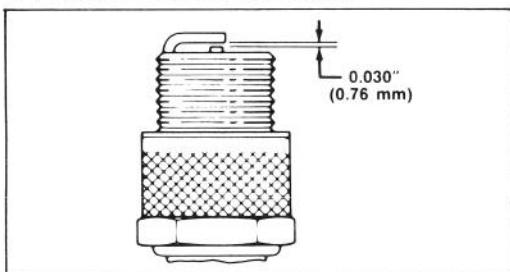

Figure 29
### REPLACEMENT DE LA BOUGIE D'ALLUMAGE (fig. 29)
3. Réglar l'écartement entre les électrodes de la nouvelle bougie d'allumage à 0,76 mm (fig. 29). Puis, posez la bougie sur la culasse. Serrez la bougie à 20,4 N.m. En l'absence de clé dynamométrique, serrez la bougie complètement.